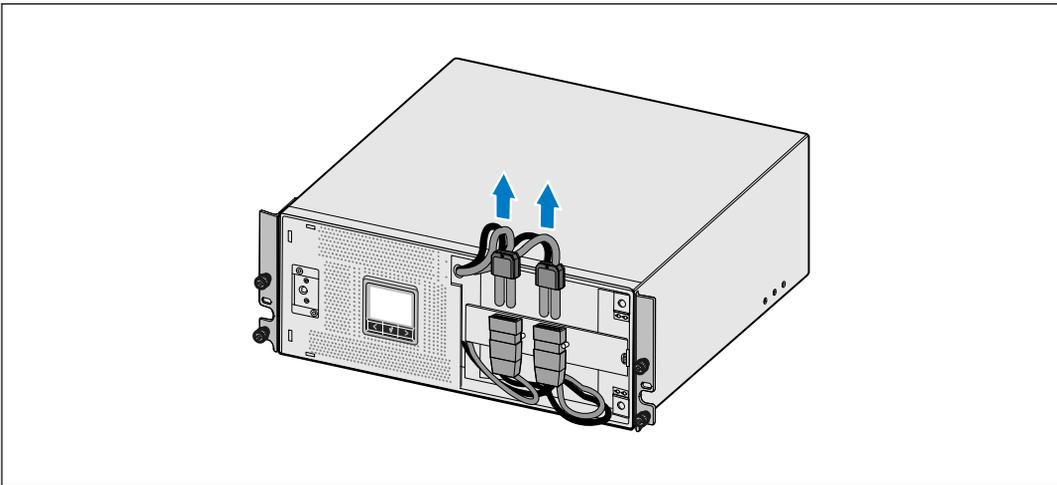

Figura 28. Cómo desconectar el conector de la batería interna
- 4 Desconecte los conectores de la batería interna (consulte Figura 28).